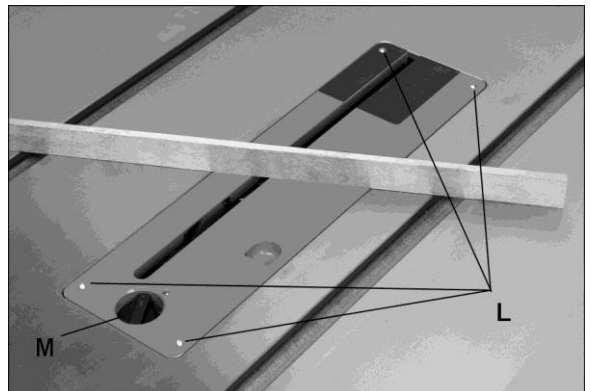

Рис. 6-14
3. Снимите вкладыш стола, повернув фиксатор (М, рис. 6-14), и поднимите вкладыш пальцем через отверстие.
См. рис. 6-14